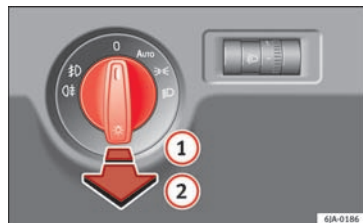

Fig. 131 Kombiinstrument: lyskontakt
– Drej først lyskontakten » Fig. 131 til position ,  eller **AUTO**.
- Drej først lyskontakten » Fig. 131 » Side 125 til position  $\Rightarrow$ ,  $\Rightarrow$  eller AUTO.
- Træk lyskontakten til position ②.